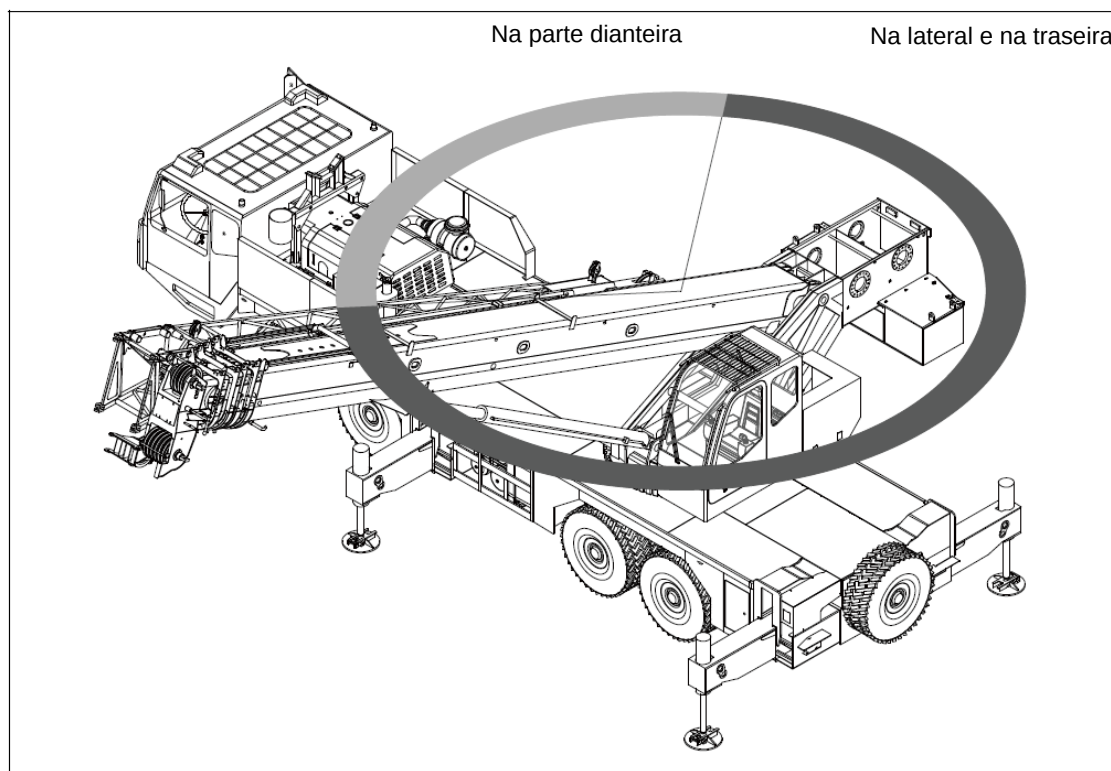

Figura 4-9 **Áreas de trabalho**
- As áreas de trabalho dianteiras e traseiras do guindaste são mostradas na Figura 4-9. Quando o guindaste gira em direção à área dianteira, o limitador de momento de carga deverá ser capaz de exibir corretamente a posição do guindaste.